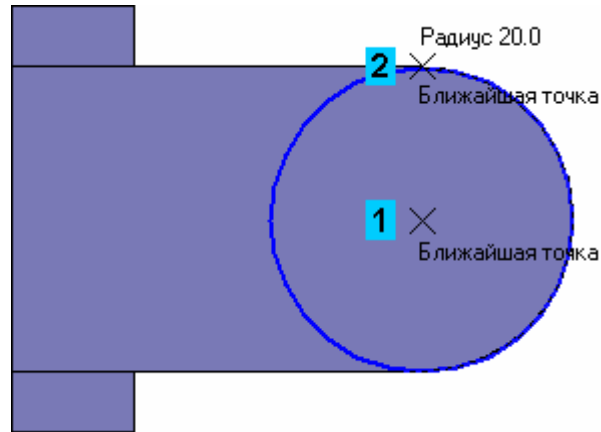

Рисунок 29.
- С помощью привязки Ближайшая точка укажите точки 1 и 2. (рис. 29).